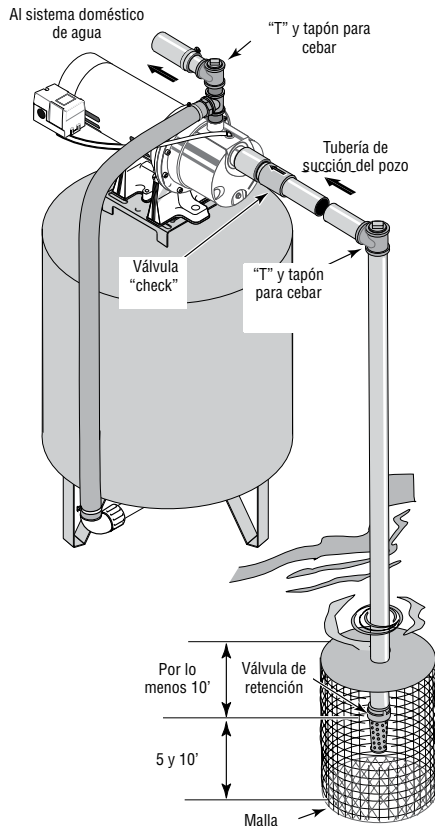

Figura 3: Instalación para agua superficial
Instalación para agua superficial (Figura 3)
2. Instale una válvula de retención y la tubería de succión (vea la Figura 3). Asegúrese de que la válvula de retención funcione libremente. Utilice cinta sellante de PTFE para roscas de tubería o un compuesto a base de PTFE especial para juntas de tuberías de las juntas roscadas de la tubería. Proteja la conexión de la válvula de retención de peces, basura, etc., con la instalación de una malla de alambre a su alrededor (vea la Figura 3).
4. Instale una "T" para cebar, tapón para cebar y la tubería de succión a la bomba (vea la Figura 3). Soporte la tubería para que no haya inclinaciones verticales o hundimientos en ella a fin de que no ejerza tensión sobre el cuerpo de la bomba y con el propósito de que no se incline ligeramente hacia arriba desde el pozo hacia la bomba (los puntos altos pueden ocasionar que se formen bolsas de aire que pueden bloquear la bomba). Selle las juntas de la tubería de succión con cinta sellante de PTFE para roscas de tubería o con un compuesto a base de PTFE especial para las juntas de las tuberías. Las juntas deben ser a prueba de agua o estar herméticamente cerradas. Si la tubería de succión pudiera succionar aire, la bomba no podrá sacar agua del pozo.